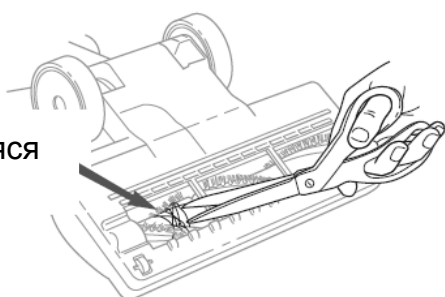

Рис.27
2. Осмотреть отверстие в нижней части и вращающуюся щетку. Если накопился мусор, удалить его. Осторожно отрезать ножницами все, что намоталось вокруг вращающейся щетки. Стараться не повредить или отрезать щетинки (Рис.27).